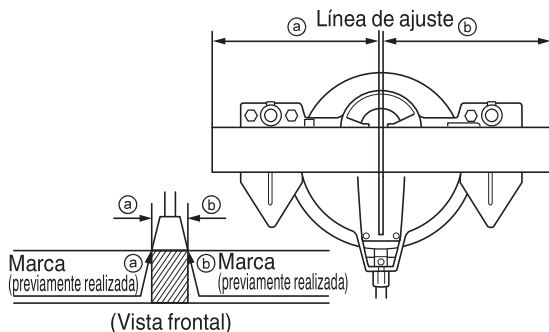

Fig. 15
- (1) Como se muestra en la Fig. 15, la anchura de la hoja de sierra es la de corte. Por lo tanto, deslice la pieza de trabajo hacia la derecha (vista desde la posición del operador) cuando desee la longitud ②, o hacia la izquierda cuando desee la longitud ③. Encienda la luz LED, proyecte la sombra de la hoja sobre la pieza de trabajo, alinee el lado izquierdo o el lado derecho de la hoja con la línea de tinta de la pieza de trabajo.
- (2) Cuando la hoja de sierra haya alcanzado la velocidad máxima, empuje cuidadosamente hacia abajo la empuñadura hasta que la hoja de sierra se acerque a la pieza de trabajo.
- (3) Cuando la hoja de sierra haya entrado en contacto con la pieza de trabajo, empuje gradualmente hacia abajo la empuñadura para cortar dicha pieza.
- (4) Después de haber cortado la pieza de trabajo con la profundidad deseada, desconecte la alimentación de la herramienta eléctrica y deje que la hoja de sierra se pare completamente antes de levantar la